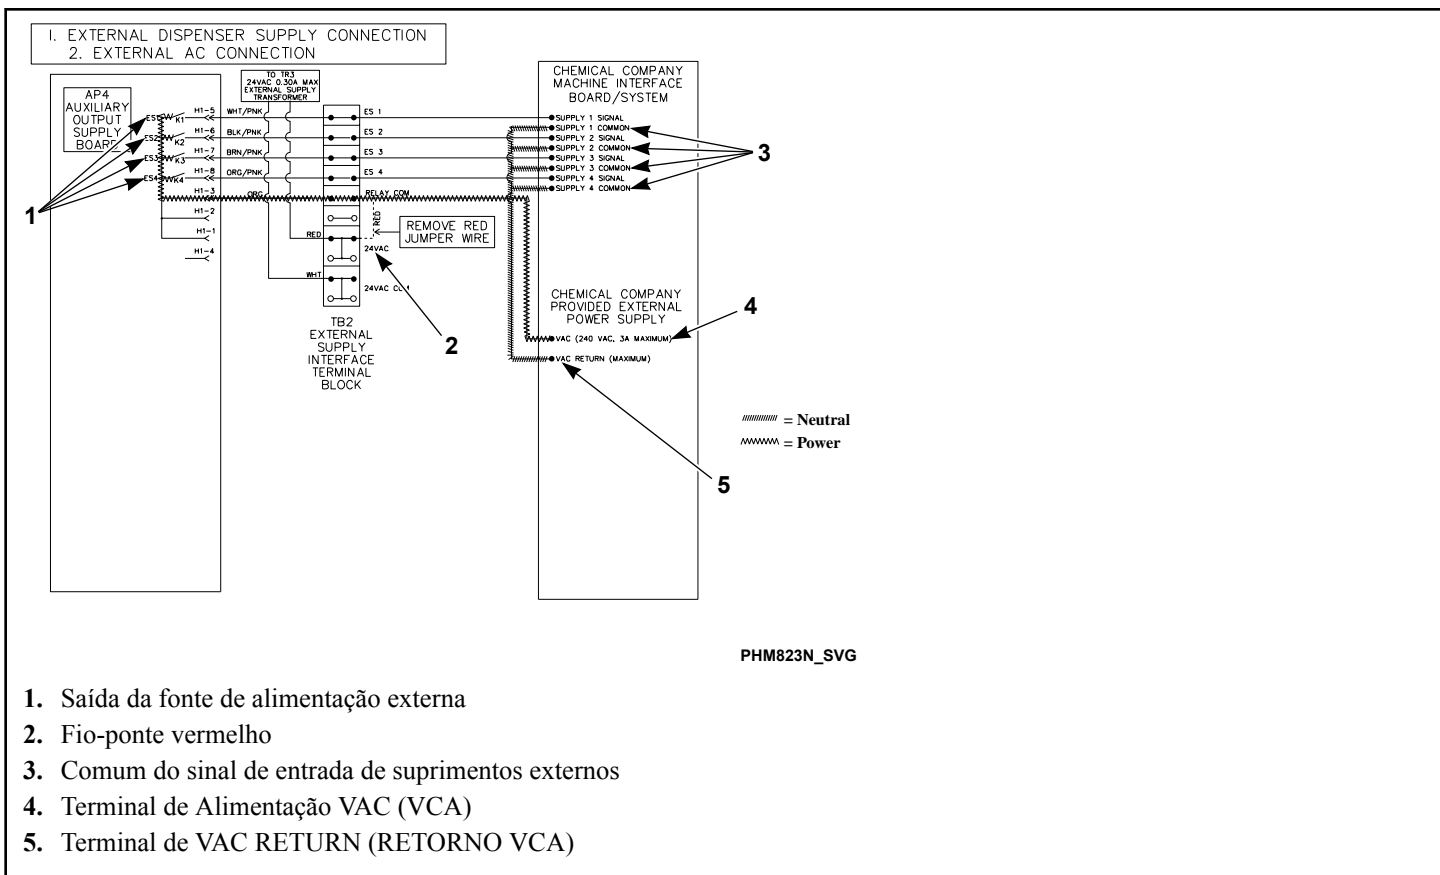

Figura 28
2. Conecte um lado da alimentação externa ao "RELÉ COM" e o outro ao comum de sinais de entrada do dispensador externo. Consulte a *Figura 28*.